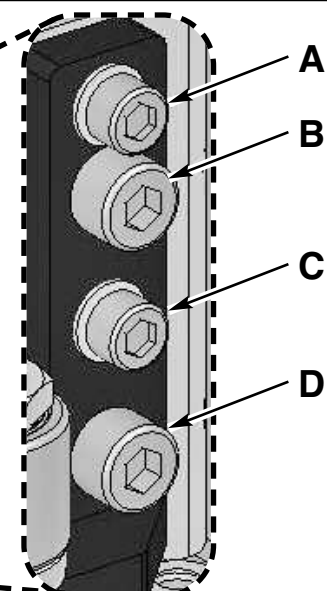

fig. 3.6.11
**NEVER LOOSEN THE SCREWS A-B-C-D fig 3.6.11**